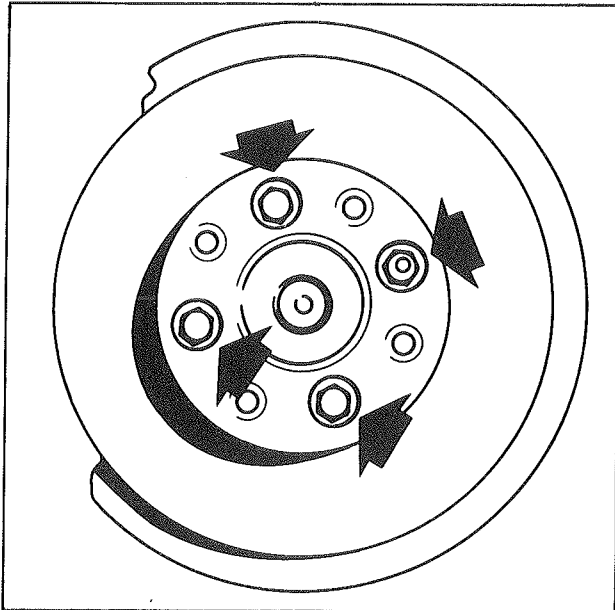

Fig. 2
- Déposer les 4 vis de fixation du disque sur le moyeu (fig. 2).